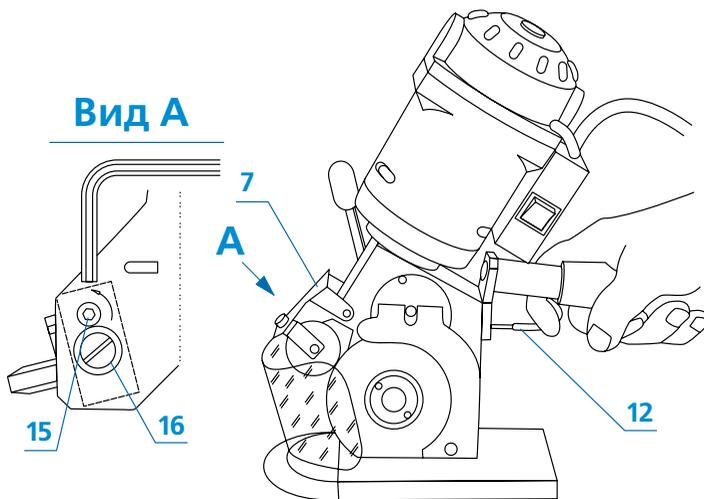

Рис. 3. Заточивание ножа.
Высокой производительности и хорошего качества раскроя можно добиться только при использовании острого ножа. Увеличение сопротивления при раскрое и затягивание нижних слоев раскраиваемого материала указывают на то, что нож затупился. Для затачивания, тягой (12) притянуть заточный камень к вращающемуся ножу так, как показано на рис. 3. Нож считается острым, если при правильно установленном нижнем ноже режет единичный слой ткани.
Если заточка оказалась неэффективной, следует увеличить угол наклона заточного диска к поверхности ножа. С этой целью, после остановки ножа специальным ключом повернуть эксцентрик (15) на небольшой угол так, чтобы его конец переместился на 1,0-1,5 мм в направлении стрелки - вид А рис. 3 (нельзя освобождать винт (16)). Правильный угол наклон заточного камня устанавливается методом проб, проверяя эффективность затачивания ножа, при необходимости многократно повторяя (как описано выше) поворот эксцентрика на небольшой угол.